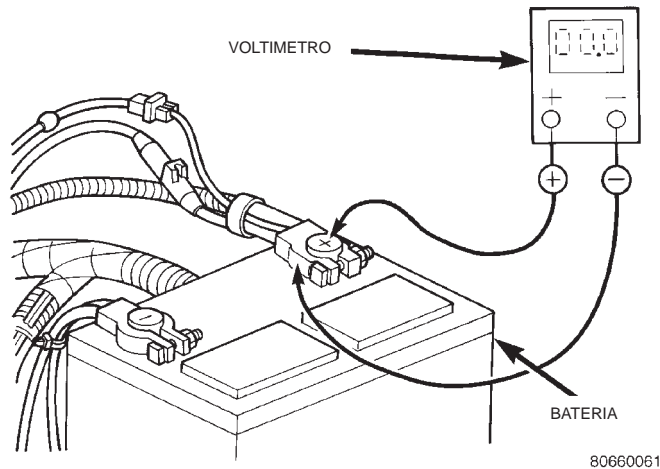

Fig. 3 Prueba de resistencia de conexión de positivo de la batería-característica
(2) Conecte el cable positivo del voltímetro al borne del terminal positivo de la batería. Conecte el cable negativo del voltímetro a la abrazadera del cable positivo de la batería (Fig. 3). Gire el interruptor de encendido y manténgalo en la posición START. Observe el voltímetro. Si se detecta voltaje, corrija el contacto defectuoso entre la abrazadera del cable y el borne del terminal.